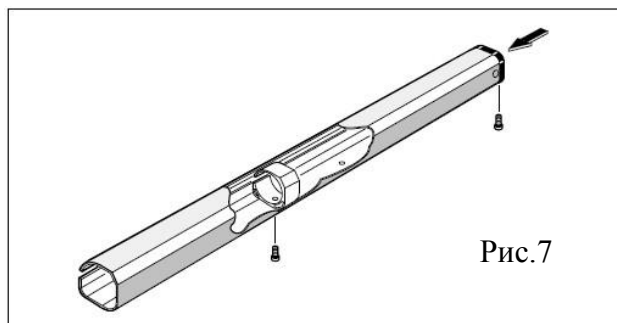
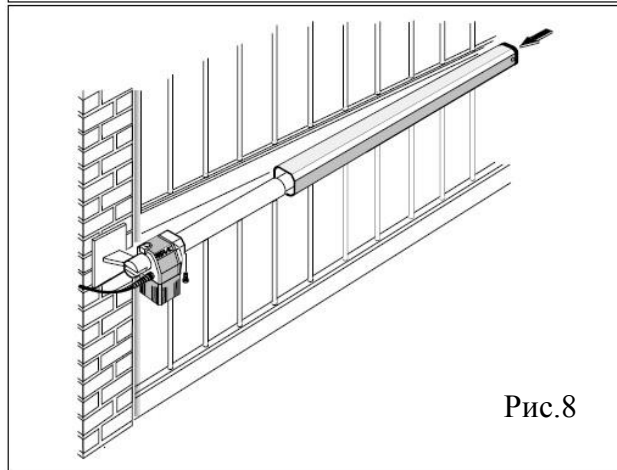

Рис.7
Рис.8
12) Установите защитный короб (рис.7) на привод (рис.8) и зафиксируйте его с помощью винтов.